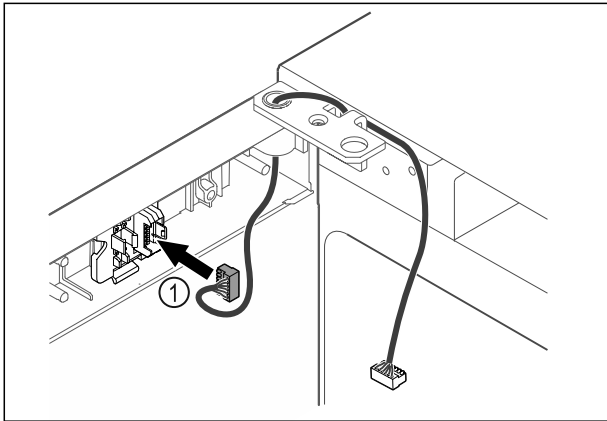

Fig. 46
- ▶ Stekker Fig. 46 (1) in steckerhouder steken.